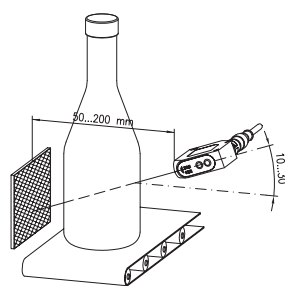

Abb. 8
- Bei Durchlichtbetrieb den Reflektor BOS R-1 gegenüber vom Farbsensor so montieren, dass der Lichtstrahl in der Mitte des Reflektors auftrifft. (Abb. 8).